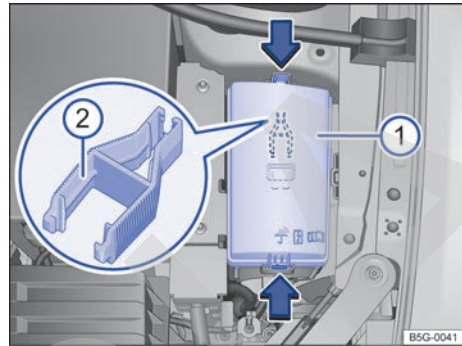

Fig. 204 En el vano motor: cubierta ① de la caja de fusibles con pinzas de plástico ②.
- Para desbloquear la cubierta de la caja de fusibles, presione las teclas de bloqueo en el sentido que indican las flechas → fig. 204 ①.
En el lado interior de la cubierta de la caja de fusibles del vano motor podría haber unas pinzas de plástico → fig. 204 ② para extraer fusibles.